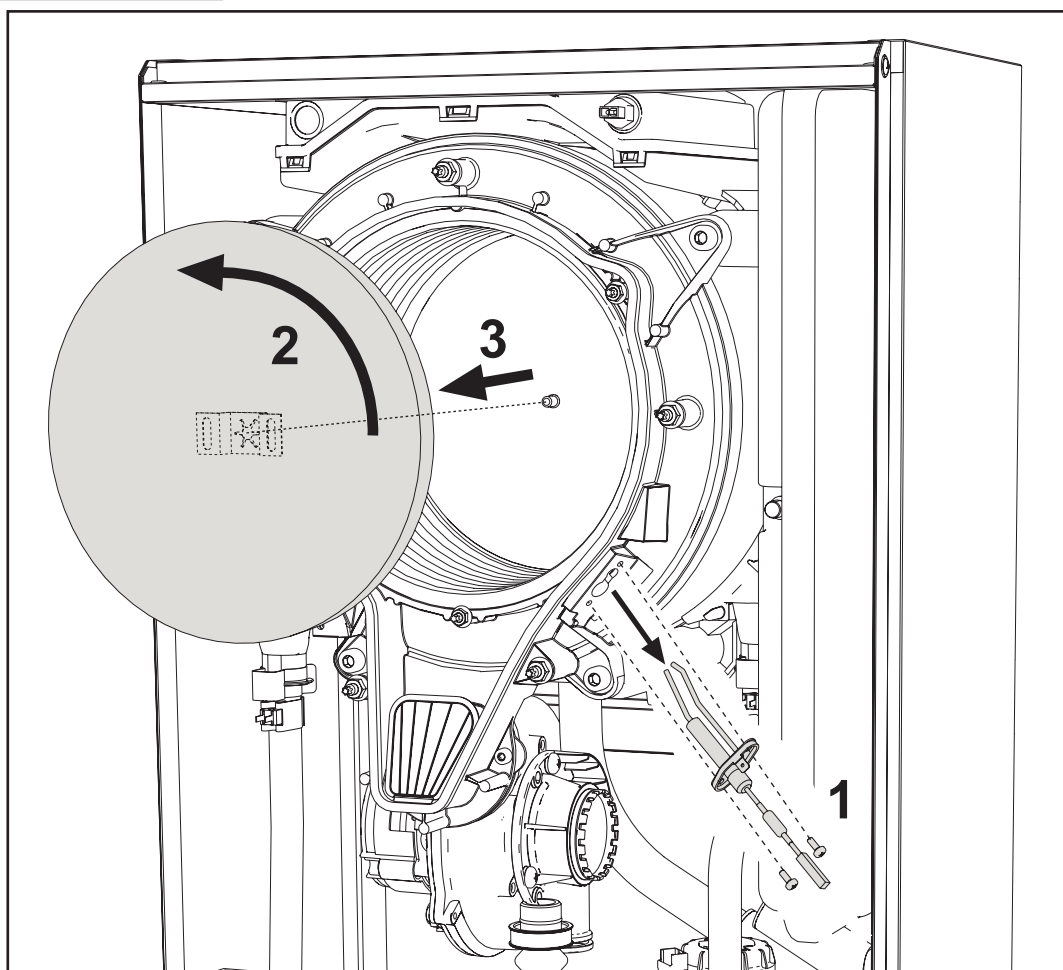

fig. 189 -
- Pulire l'interno dello scambiatore con gli accessori indicati in fig. 189.
- Togliere il coperchio dello scambiatore e il bruciatore (vedi fig. 189).
- Togliere il coperchio dello scambiatore e togliere il bruciatore (vedi fig. 189).
- Pulire l'elettrodo (vedi fig. 189).
- Dopo il fissaggio, controllare accuratamente la distanza tra gli elettrodi (vedi fig. 189).
- Rimontare e fissare il bruciatore (vedi fig. 189)
- Rimontare e fissare il coperchio bruciatore (vedi fig. 189)